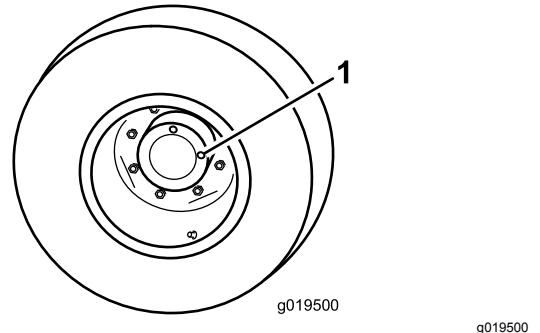

Bild 15
- Wenn die Maschine auf einer ebenen Fläche steht, positionieren Sie das Rad so, dass eine Prüfschraube (Bild 15) auf 12 Uhr und die andere auf 3 Uhr steht.
- Prüf-, Ablassschraube (2)
- Entfernen Sie die Schraube, die auf 3 Uhr steht (Bild 15). Der Ölstand sollte an der Unterkante des Prüfschraubenlochs liegen.